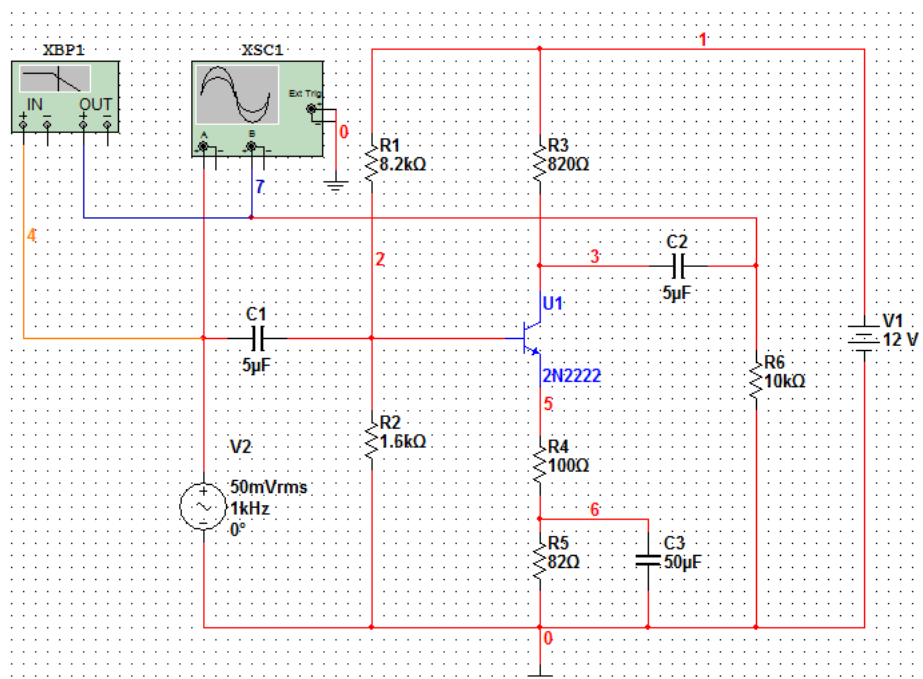

Рис.4
3.3 Снять частотную характеристику каскада. Для этого подключить согласно схеме Рис.4 построитель частотных характеристик (Плоттер Боде) **ХВР1**.